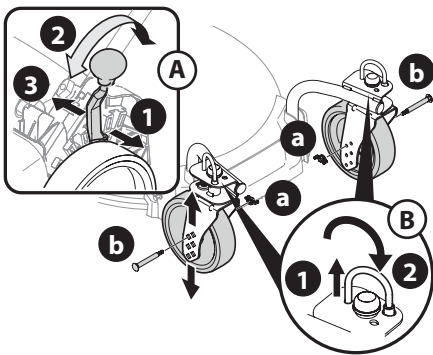

Figure 24
NOTE : Le levier de réglage des roues arrière est situé sur la roue arrière gauche (Figure 24).
NOTE : La hauteur des roues avant est déterminée par la position du boulon sur chaque fourche (Figure 24).
6. Les roues pivotantes peuvent se déplacer librement ou être verrouillées en position de marche en ligne droite (Figure 24).